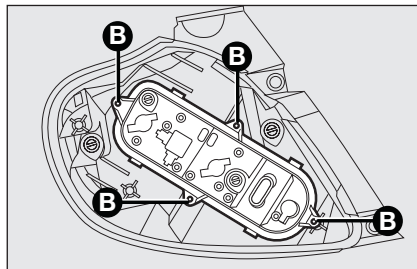

fig. 20
- retire o suporte das lâmpadas do seu encaixe através das molas de fixação **B-fig. 20**;